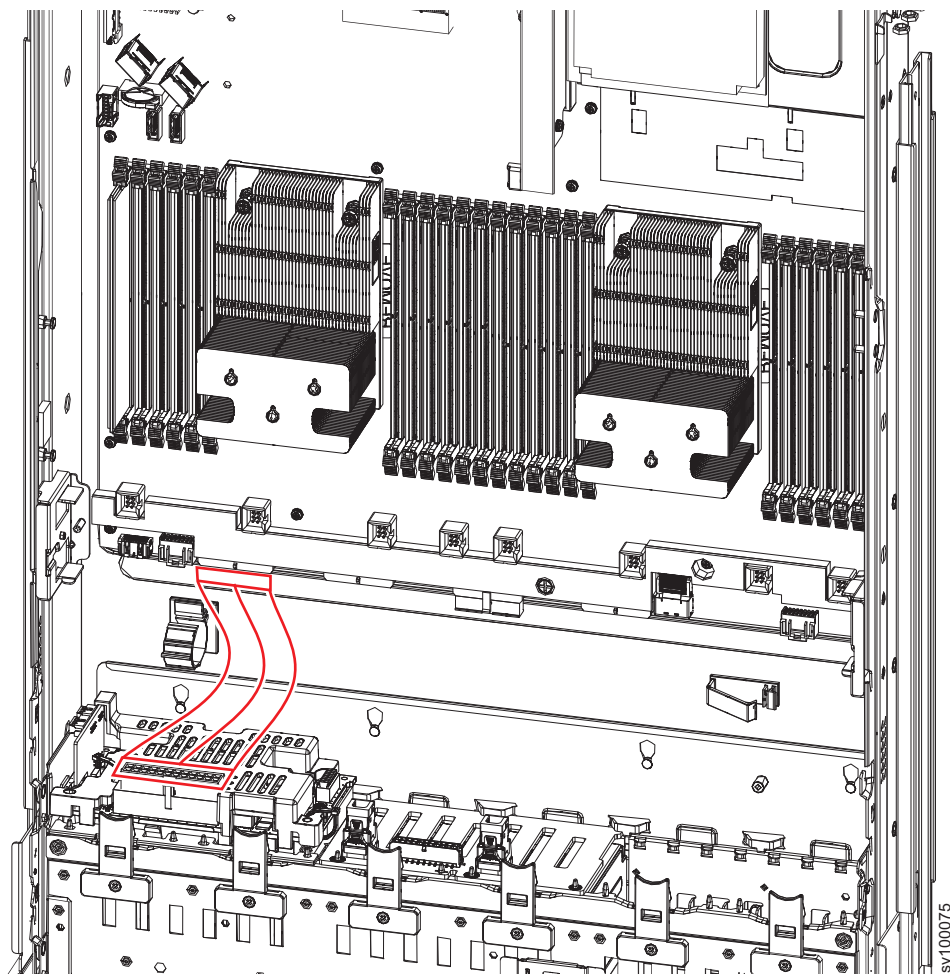

図 101. 2145-SV1 バッテリー・バックプレーン電源ケーブル
5. 125 ページの図 101 に示すように、バッテリー・バックプレーンとシステム・ボードとの間の電源ケーブルを取り外します。